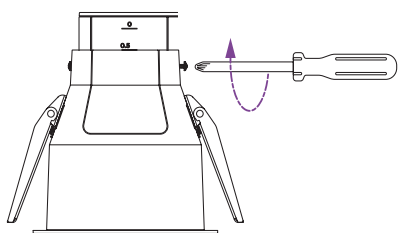

fig. 19
3. Réinstallez les vis de fixation cruciformes (voir la fig. 19).